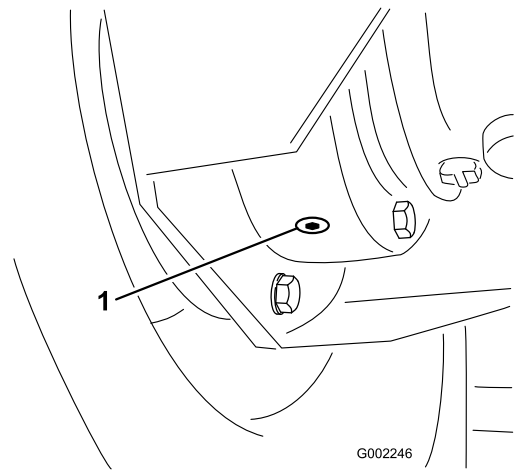

图62
4. 在内侧排油塞下放置一个盘子、然后拆下排油塞（**图62**）。